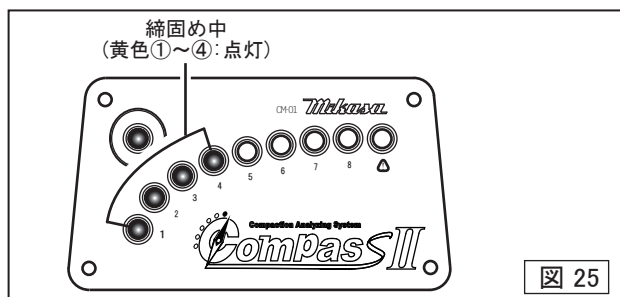

図 25
黄色のLED①～⑧が点灯して更に赤色が点灯すると締め固めの限界になります。この機械では、これ以上の締め固めを行なう事ができません。より高い地盤剛性値が必要な場合には、上位クラスの製品をご使用ください。(図25)